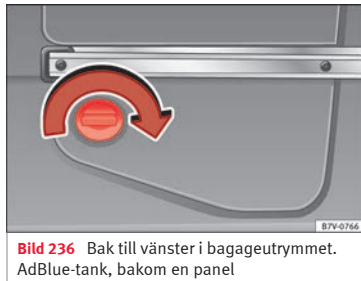

Bild 236 Bak till vänster i bagageutrymmet. AdBlue-tank, bakom en panel
- Vrid avstängningsventilen på locket medurs »» bild 236 och öppna locket framåt.